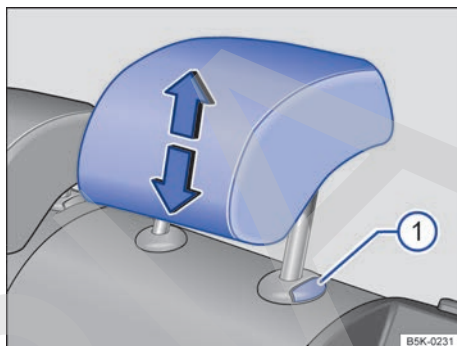

Fig. 49 Ajuste de los apoyacabezas traseros.
- Desplace el apoyacabezas en el sentido de una de las flechas: o bien hacia arriba, o bien hacia abajo a la vez que presiona la tecla ⇒ fig. 49 ① ⇒ **▲**.